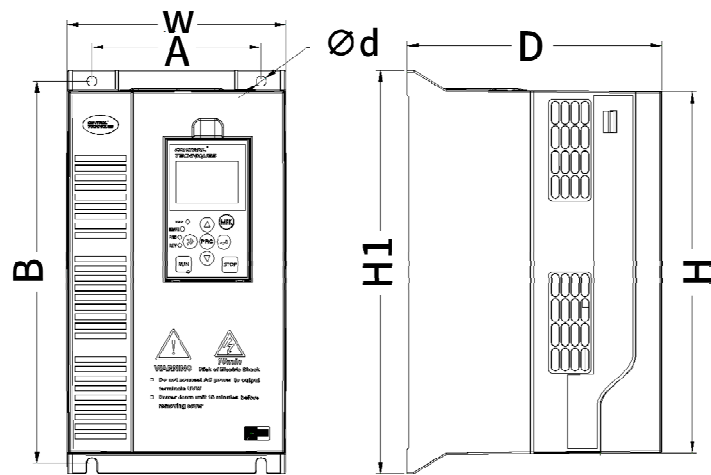

图 8-2 NE300--4T0015G/0022PB 至 4T2500G/2800P-D 尺寸示意图
NE300-4T0015G/0022PB 至 4T2500G/2800P-D 产品外形/ **(包装)** 尺寸和净/ **(毛)** 重请见表 8-21，注意 **()** 中的数据为对应的包装尺寸和毛重。尺寸标注请见图 8-2。
■ 图 8-2 为尺寸示意图，细节外形特征有差异。